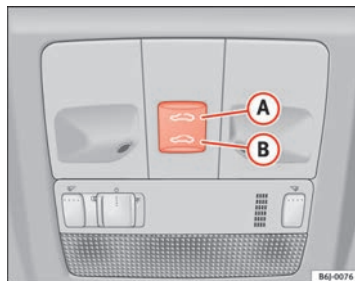

Fig. 54 Tecto panorâmico / deflector
- Pressionar e manter pressionado o botão (B) ⇒ Fig. 54 ⇒ △, o tecto realiza o movimento de fecho até que se solte o botão.